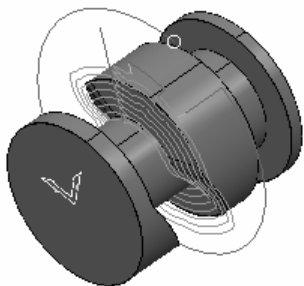

图 4-64 生成的刀具路径
2) 在“SWARF 精加工”对话框中单击“计算”按钮和“接受”按钮，确定参数并退出对话框，生成的刀具路径如图 4-64 所示。